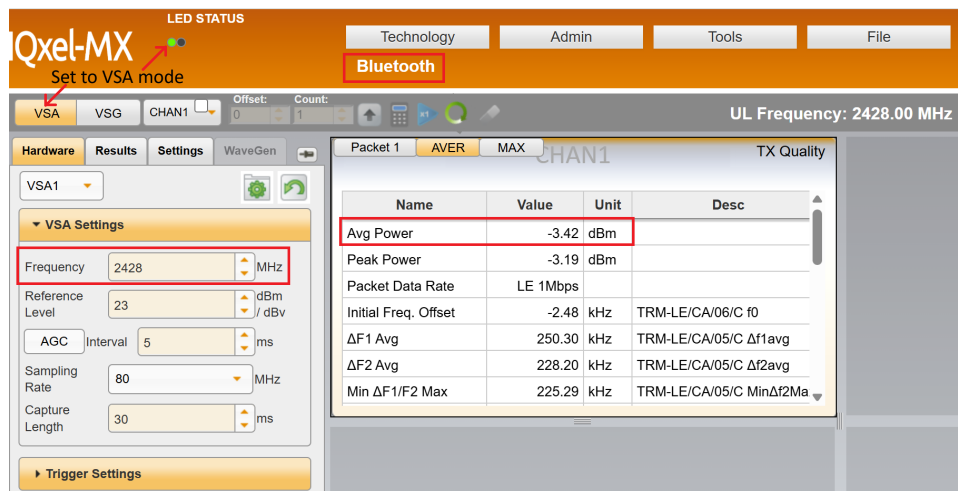

図 6-2. LitePoint 画面の設定例
4. 送信を開始する前に、VSA を正しく設定してください。LitePoint を使用している場合は、画面が 図 6-2 に似ているはずです